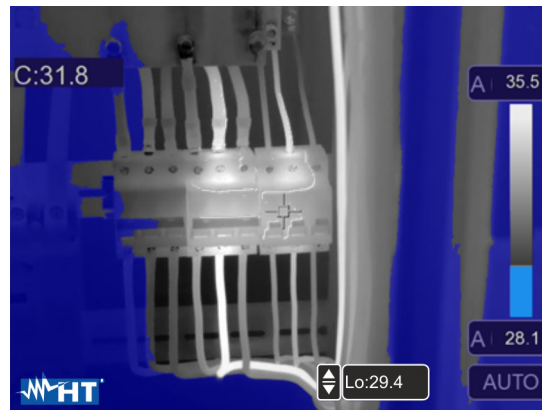

Fig. 42: Sélection isotherme de l'alarme au-dessous de la température
7. Appuyez sur le champ « Lo » en bas de l'écran et utilisez les touches fléchées ▲ ou ▼ pour définir la valeur seuil de température **minimale** en dessous de laquelle le compteur affiche les points de l'image en bleu et les points restants en gris (voir Fig. 42)